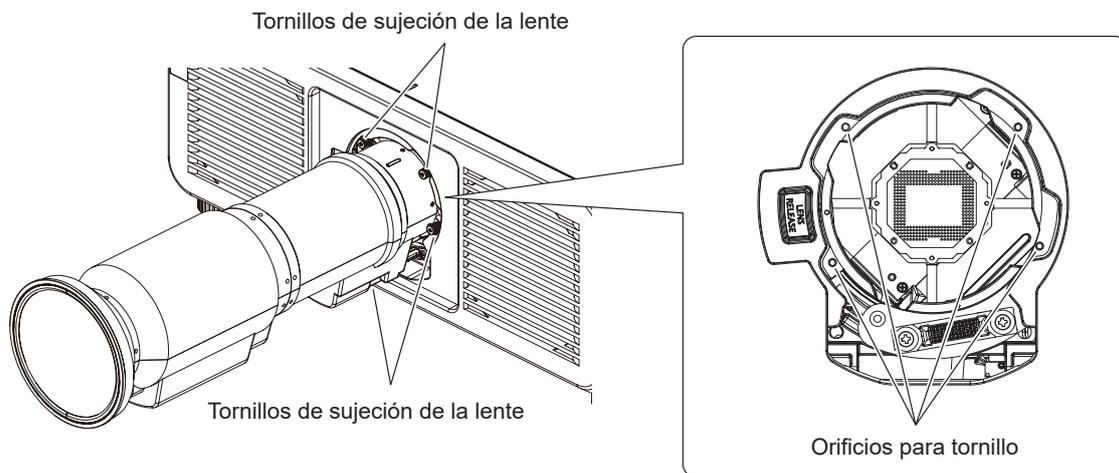

Figura 4
- 4) **Asegure la lente de proyección con los tornillos de fijación de la lente. (Figura. 4) (Solo para la unidad ET-C1U100)**